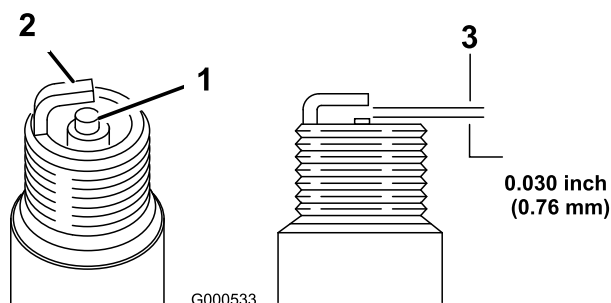

Figura 35
1. Mire la parte central de la bujía (Figura 35). Si se observa un color gris o marrón claro en el aislante, el motor está funcionando correctamente. Si el aislante aparece de color negro, significa que el limpiador de aire está sucio.
2. Compruebe la separación entre los electrodos central y lateral (Figura 35). Si la distancia no es correcta, doble el electrodo lateral (Figura 35).